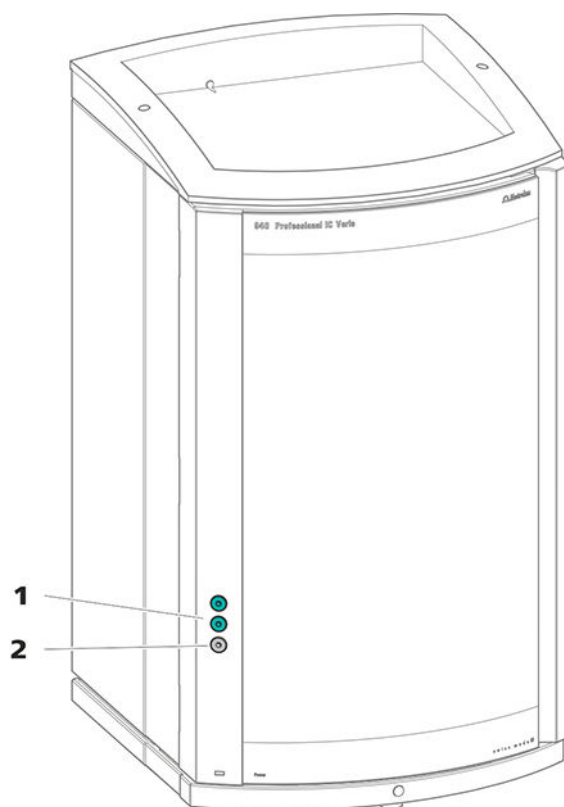

Figura 3 Orificios de paso en la puerta
- orificios en la puerta (*véase figura 3, página 14*)